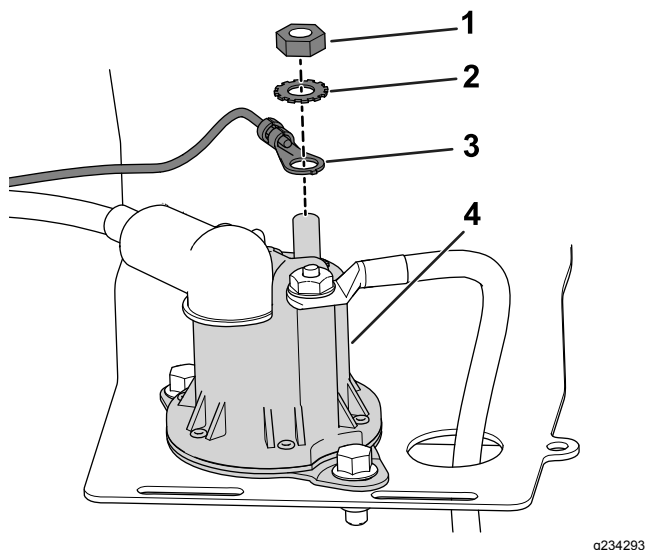

図 5
2. リング端子をソレノイドに固定するソレノイドナットとロックナットワッシャを使う 図 5。